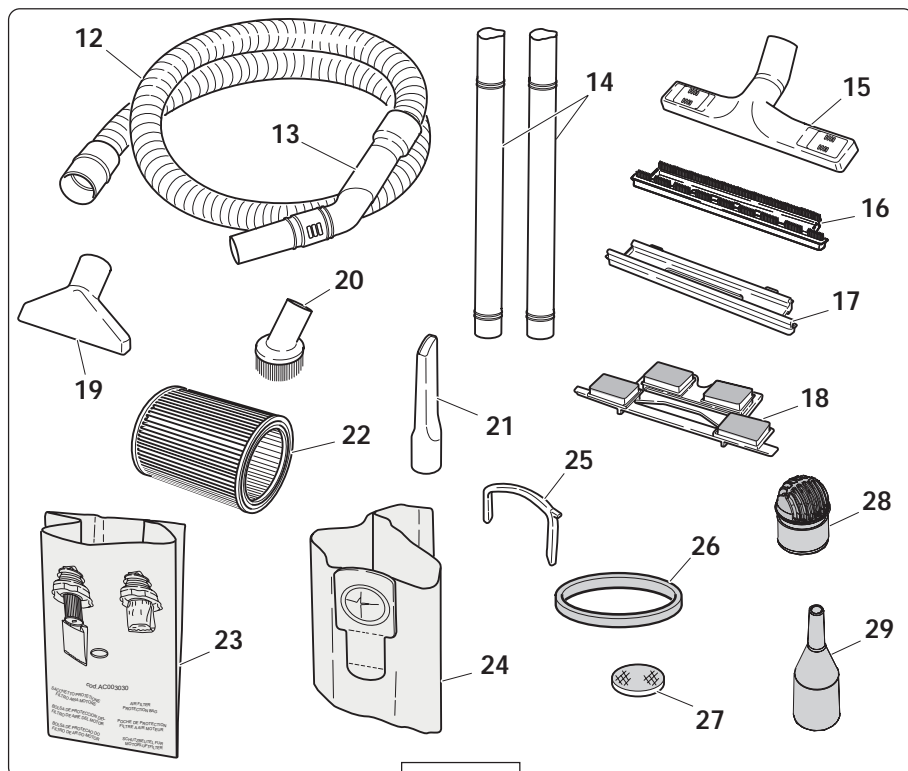

Fig. 03
## Accessori forniti (fig. 03):
**TUBI DI PROLUNGA** (fig. 03 - pos. 14) - Utilizzare 1 o 2 tubi prolunga per praticità e comodità d'uso dell'apparecchio. Tutti gli accessori si possono montare sia sui tubi di prolunga che sull'impugnatura direttamente (fig. 11).
**TELAIO CON SETOLE** (fig. 03 - pos. 16) - Utilizzare questo accessorio con la Spazzola Multiuso, ideale per aspirare superfici piane come pavimenti in marmo, ceramiche, etc.
**BOCCHETTA PICCOLA** (fig. 03 - pos. 19) - Utile per aspirare superfici morbide come divani, poltrone, materassi, cuscini, sedili automobile, ecc.
**PENNELLO** (fig. 03 - pos. 20) - Utile per smuovere e aspirare la polvere su tutte le superfici, mobili, cornici, ecc.
**BOCCHETTA A LANCIA** (fig. 03 - pos. 21) - Per aspirare negli angoli o comunque in posti di difficile accesso come caloriferi, battiscopa, cassonetti, tapparelle, ecc.
**FILTRO ARIA MOTORE** (fig. 03 - pos. 22) - Protegge il motore da danni causati dall'aspirazione di polveri e detriti.
**ATTENZIONE:** Il mancato uso del filtro (fig. 03 - pos. 22) provoca gravi danni al motore e comporta la decadenza automatica della garanzia.
**SACCHETTO PROTEZIONE FILTRO ARIA MOTORE** (fig. 03 - pos. 23) - Serve a protezione del filtro aria motore e proprio per questa ragione è necessario l'uso, soprattutto se si devono aspirare detriti polverosi o ingombranti (vedasi Primo Metodo di Utilizzo).
**SACCHETTO RACCOGLITORE ECOLOGICO** (fig. 03 - pos. 24) - E' un capiente sacchetto per la raccolta della polvere che mantiene pulita la vasca di raccolta (vedasi Secondo Metodo di Utilizzo).